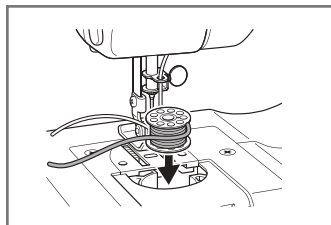

Рис.14
6.7.5 Установите новую шпульку, оставив конец нити длиной около 10 см (Рис.14).